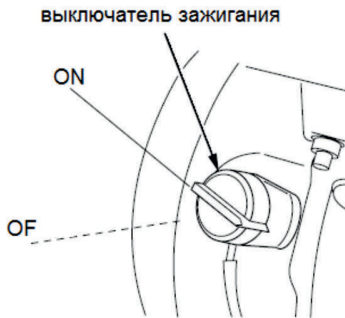

рис. 6
- Запустите двигатель, потянув за рукоятку ручного стартера (Рисунок 6). ВНИМАНИЕ! При вытягивании шнура может создаваться отдача.